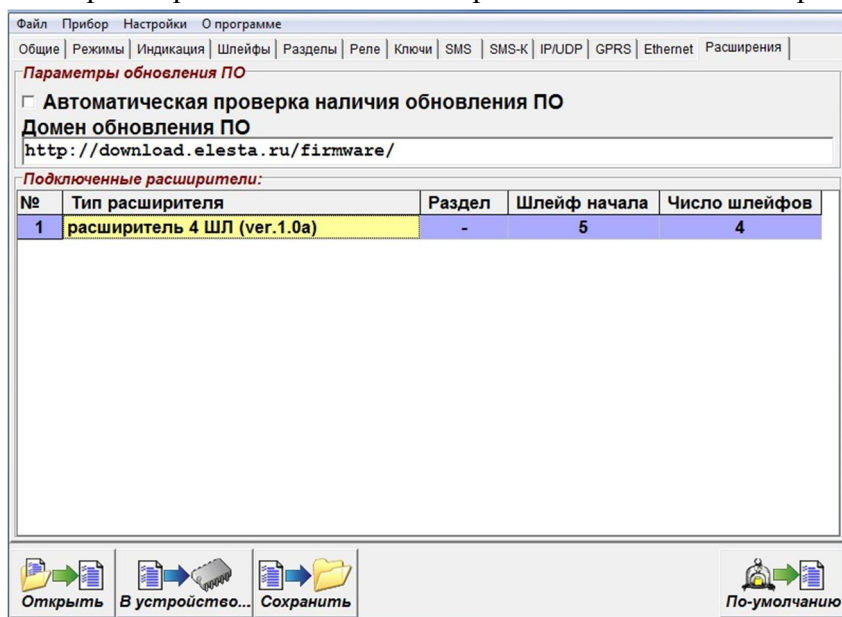

Рисунок 5. Вкладка «Расширения». Добавленные расширители.
4.2 Добавленные расширители можно посмотреть на вкладке «Расширения» (рисунок 5).